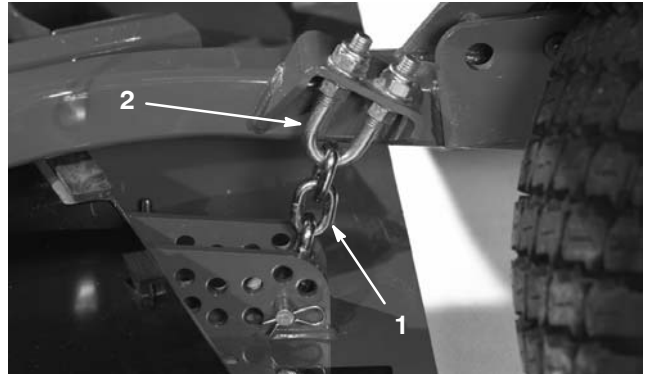

Bild 83
1. Lockern Sie die Klemmutter an der Unter- oder Oberseite des U-Bügels an der Schnitthöhenskette (Bild 83).